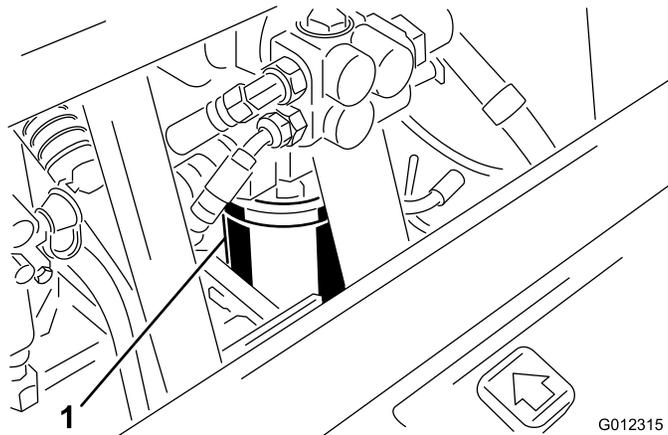

Figura 44
2. Limpe a zona de montagem do filtro (Figura 44). Coloque um recipiente de escoamento debaixo do filtro e retire o filtro.